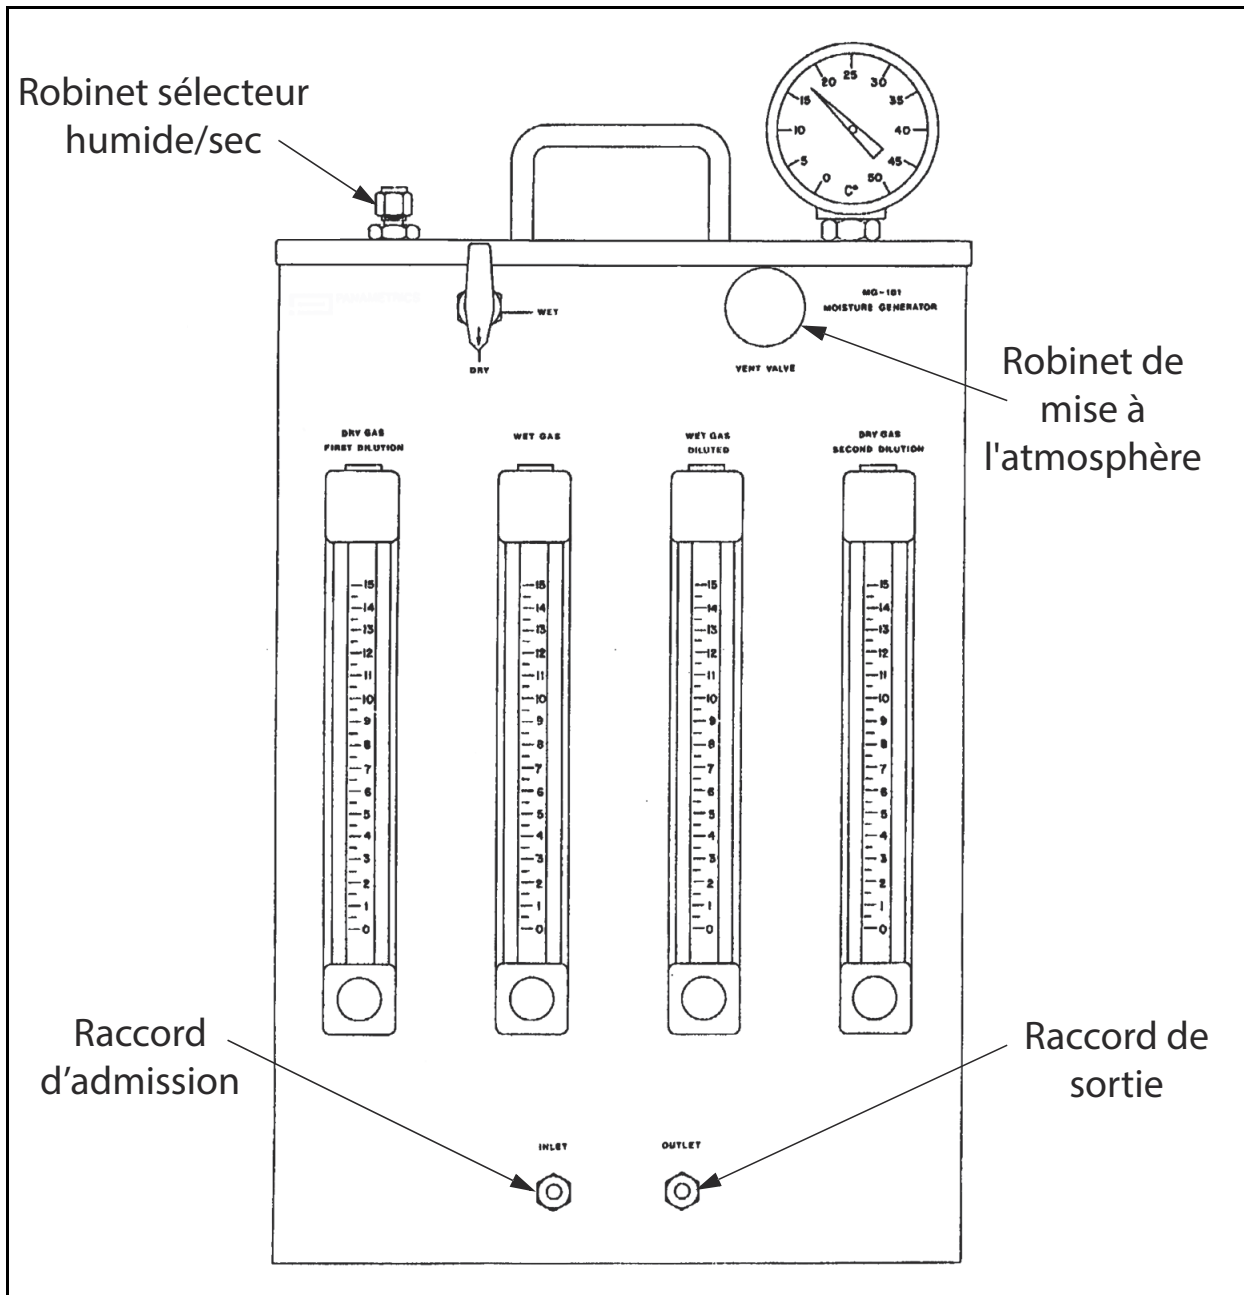

Figure 3 : Panneau avant du MG-101
4. Ouvrez *complètement* le robinet de mise à l'atmosphère sur le panneau avant en le tournant dans le sens antihoraire, puis réglez le **ROBINET SÉLECTEUR HUMIDE/SEC** sur humide (**WET**) (voir *Figure 3* ci-dessous).